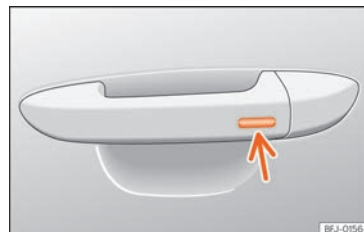

Abb. 67 Türgriff: Sensorfläche.
- **ODER:** mit dem Keyless Access-System (nur Schließen): Finger einige Sekunden auf der Sensorfläche zum Verriegeln »» (Abb. 67) (Pfeil) im Türgriff halten, um die Fenster und das Schiebedach zu schließen. Wenn Sie die Sensorfläche nicht mehr berühren, wird die Schließfunktion unterbrochen.
Halten Sie einige Sekunden lang einen Finger über die Verriegelungssensorfläche >>> [Abb. 67] (Pfeil) am Türgriff, damit das Dach geschlossen wird. Wenn Sie die Sensorfläche nicht mehr berühren, wird die Schließfunktion unterbrochen.